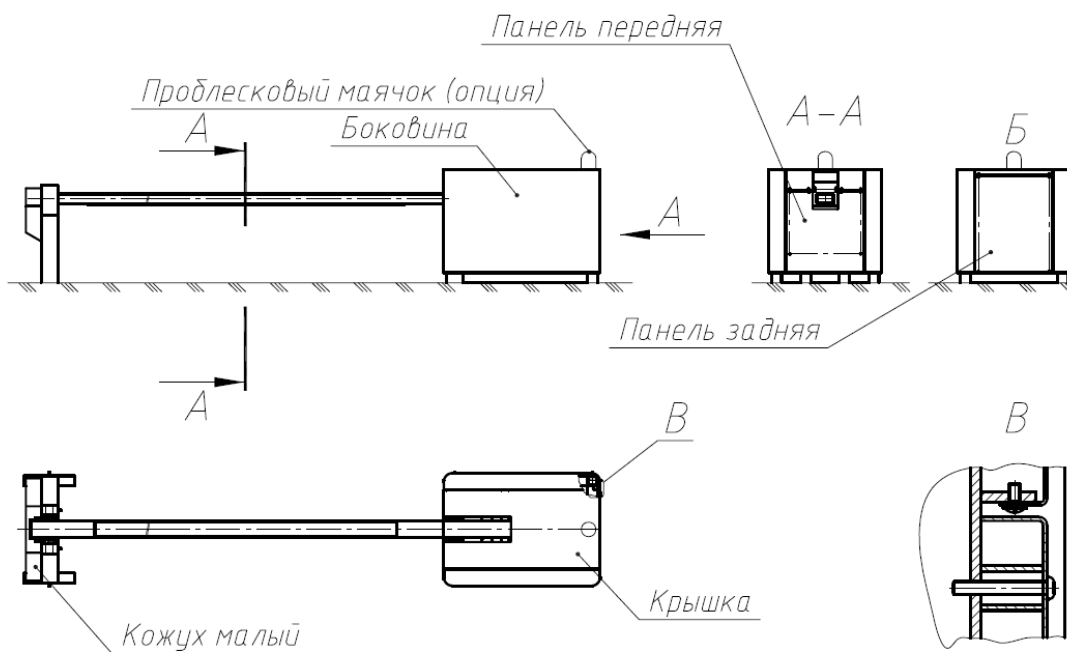

Рисунок 13
1.1.16 Установить с помощью винтов декоративные кожухи. Панель заднюю устанавливать после подключения проблескового маячка (опция) (рис. 13).